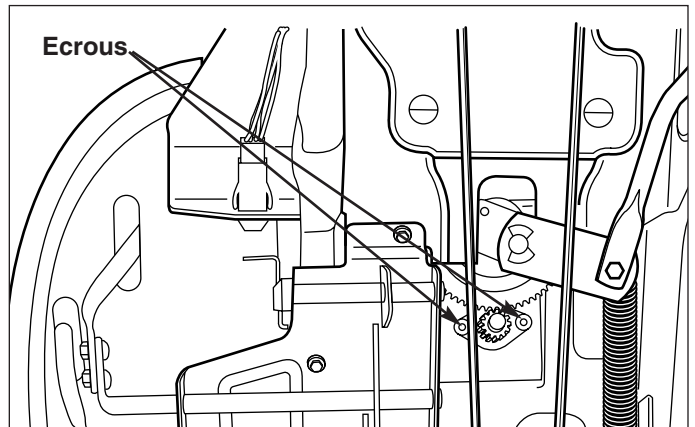

Figure 46. Réglage du pignon de direction
1. Voir la figure 46. Repérer l'ensemble du pignon de direction sous le tracteur. Desserrer les deux écrous et ajuster le support de façon à ce que les dents du pignon soient bien engrenées.